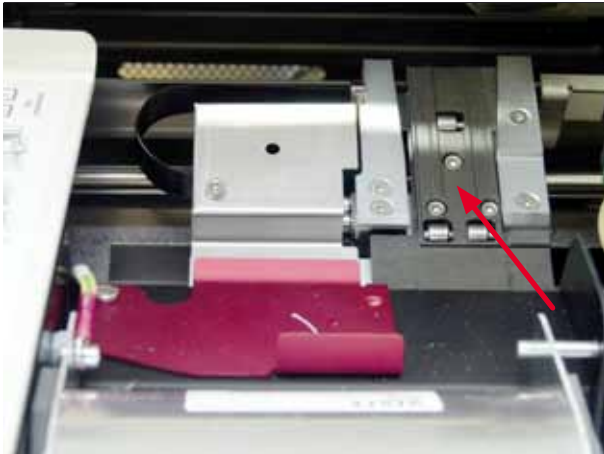

Fig. 45
- Transportstation (→ "Fig. 45")